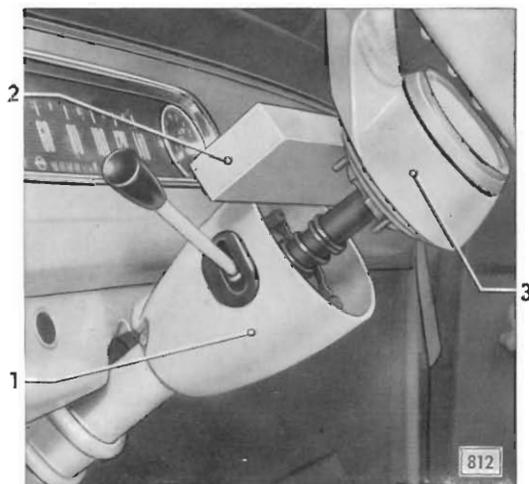

Bild 10 - Lenkrad mit Lenkspindel bis zum Anschlag nach oben gezogen
6. Linsenschraube (11/1) für Lenkspindelführungsbuchse an Lenkstützrohr herausrauben und Lenkrad mit Lenkspindel bis zum Anschlag nach oben ziehen – passenden Holzklötz (10/2) zwischen Lenkrad und Lenkstützrohrverkleidung stecken (Bild 10). Hier-